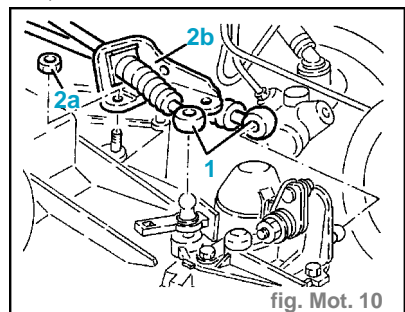

fig. Mot. 10
- Désassembler les câbles (1) d'embrayage/sélection des vitesses. (fig. Mot. 10)